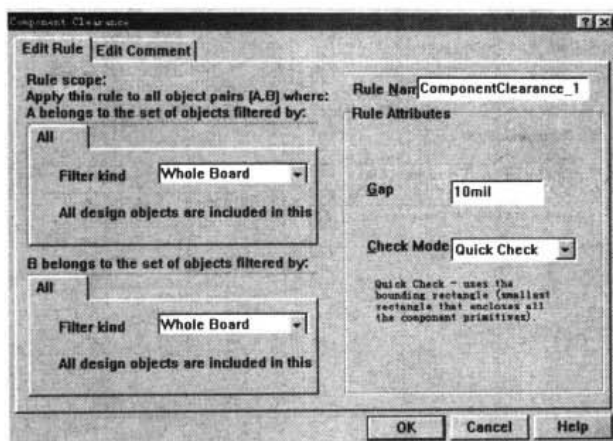

图 10-38 Component Clearance（元件间距阈值）设置对话框
**Component Clearance Constraint（元件间距阈值设置）。**用于设置元件之间的最小间距。单击右下角的 Properties 按钮，系统弹出如图 10-38 所示的 Component Clearance（元件间距阈值设置）对话框，在 Gap 处输入设置值，即可以在 Check Mode 的下拉菜单中选择检测模式，包括 Quick Check（快速检测）、Mutli Layer Check（多层检测）、Full Check（完全检测）3 种模式。